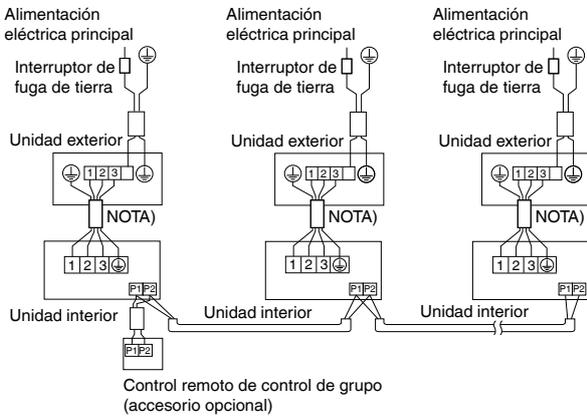

Fig. 31
- **Control de grupo:** Un control remoto controla hasta 16 unidades interiores. (Todas las unidades interiores operan de acuerdo con el control remoto) **(Consulte la Fig. 31)**